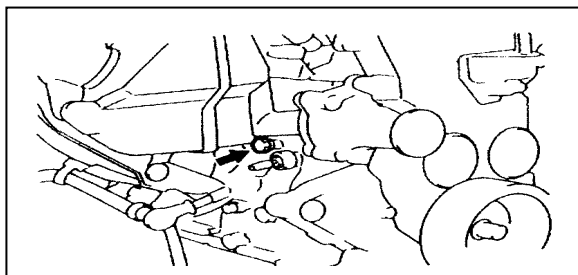

图 8-10
(1) 按顺序拆下散热器放水螺塞散热器盖, 放出散热器、暖风机及发动机内的冷却液;
(2) 拆下气缸体的放水阀, 排出水套中的冷却液 (见图 8-10);